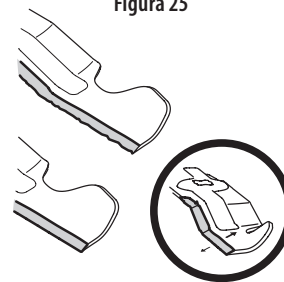

Figura 26
- Para afilar la cuchilla de corte correctamente, extraiga cantidades iguales de metal de ambos extremos de la cuchilla a lo largo de los bordes cortantes, paralelo al borde de caída, a un ángulo de 25° a 30°. Afile siempre cada borde de las cuchillas de corte de forma pareja para mantener un equilibrio adecuado entre las mismas. Consulte la Figura 26.